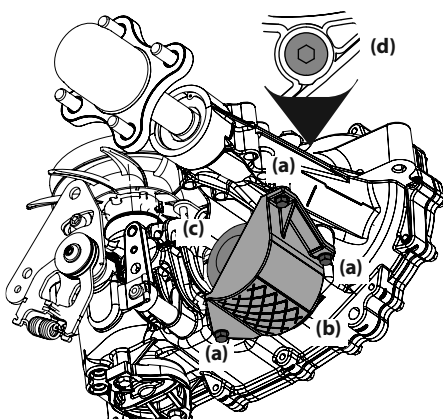

Figura 39
2. Extraiga los tres tornillos de la protección del filtro (a) y la protección del filtro (b). Limpie los residuos sueltos que haya alrededor del filtro (c). Consulte la Figura 39.
8. Extraiga el tapón del orificio superior (d) de los transejes para permitir que se purguen durante el llenado. Consulte la Figura 39.